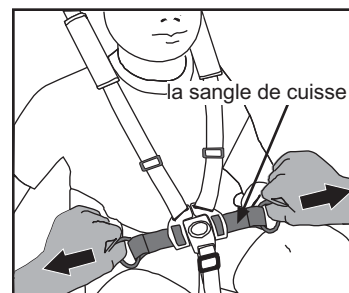

Fig. 20 Serrer la sangle de cuisse.
f. Serrer les sangles de cuisse. Régler les sangles de cuisse pour qu'elles soient bien serrées tout en respectant le confort (Fig. 20).